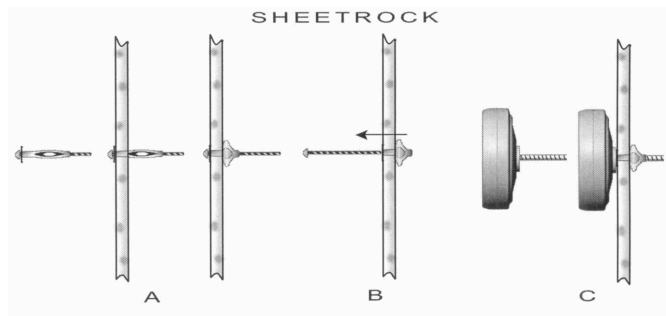

Рис.4
2. Вкрутите болт в излучатель до упора. См. Рис.4А.
4. Вставьте зажим в отверстие и нажмите на излучатель, поворачивая его за часовой стрелкой. Затяните до упора. См.Рис.4В. НЕ ЗАТЯГИВАЙТЕ СЛИШКОМ СИЛЬНО